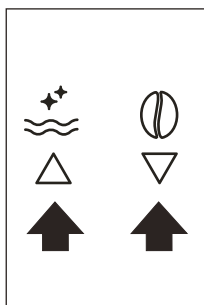
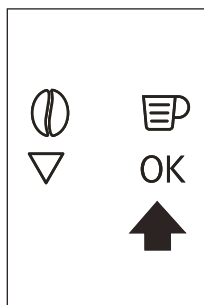

Рис. 9
Рис. 10
- ▶ Используйте значки \triangle ∇ (B7 и B8), чтобы выбрать желаемый язык (рис. 9). Если появляется сообщение PRESS OK TO CHOOSE ENGLISH (ДЛЯ ВЫБОРА АНГЛИЙСКОГО НАЖМИТЕ OK), нажмите и удерживайте значок \circ (B9) (рис. 10) в течение 3-х секунд, пока не появится сообщение ENGLISH INSTALLED (УСТАНОВЛЕН АНГЛИЙСКИЙ ЯЗЫК). Чтобы выбрать другой язык, следуйте указаниям раздела «Выбор языка». Если вашего языка нет, выберите язык из доступных на дисплее. В инструкциях используются обозначения на английском языке. Затем выполните инструкции, отображаемые на экране.
- ▶ Нажмите сенсорную кнопку \circ (B9) (Рис. 10) и через несколько секунд из краника польется струйка кипятка.